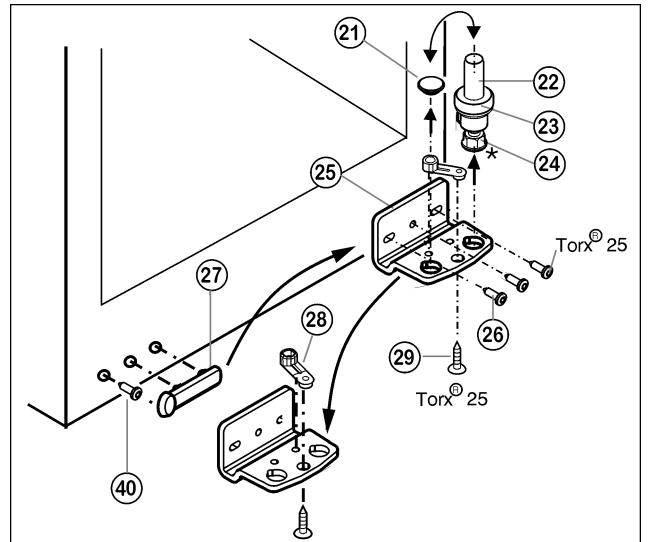

Fig. 5
- ▶ Lagerbolzen Fig. 5 (22) komplett, mit Scheibe Fig. 5 (23) und Stellfuß* Fig. 5 (24) nach oben herausziehen.
- ▶ Stopfen Fig. 5 (21) abheben.
- ▶ Lagerbock Fig. 5 (25) abschrauben Fig. 5 (26).
- ▶ Lagerteil Fig. 5 (28) abschrauben Fig. 5 (29) und in das gegenüberliegende Aufnahmeloch des Lagerbocks umsetzen, wieder festschrauben.
- ▶ Griffseitige Abdeckung Fig. 5 (27) vorsichtig abheben, Schraube Fig. 5 (40) herausdrehen und beides auf die Gegenseite umsetzen.
- ▶ Lagerbock Fig. 5 (25) auf der neuen Scharnierseite ggf. mit Hilfe eines Akkuschaubers **fest (mit 4 Nm)** wieder anschrauben.
- ▶ Stopfen Fig. 5 (21) in das andere Loch wieder einsetzen.
- ▶ Lagerbolzen Fig. 5 (22) komplett, mit Scheibe und Stellfuß*, wieder einsetzen. Dabei darauf achten, dass der Rastnocken nach hinten zeigt.
- ▶ Stopfen (33) aus der Türlagerbuchse herausheben und umsetzen.
- ▶ Türgriff (32), Stopfen (33) und Druckplatten* (34) abmontieren und auf die Gegenseite umsetzen.
- ▶ Tür von oben auf Lagerbolzen unten Fig. 5 (22) aufsetzen.
- ▶ Oberen Lagerbock (12) auf der neuen Scharnierseite in die Tür einsetzen.
- ▶ Oberen Lagerbock (12) fest (mit 4 Nm) anschrauben (2 mal Torx® 25) (13). Schraublöcher evtl. vorstechen oder Akkuschauber verwenden.
- ▶ Abdeckung (10) und Abdeckung (11) jeweils auf der Gegenseite aufrasten.
- ▶ Die Tür evtl. über die beiden Langlöcher im Lagerbock unten Fig. 5 (25) fluchtend zum Gerätegehäuse ausrichten. Dazu mittlere Schraube herausdrehen.